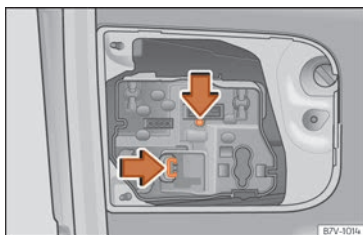

Fig. 114 En el portón trasero: retirar el portalámparas.
4. Presione las lengüetas de bloqueo en el sentido de la flecha » fig. 114 y extraiga el portalámparas.